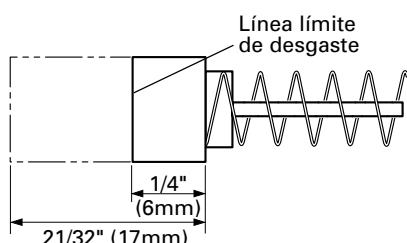

Fig. 20
2. Inspección las de escobillas (Figs. 20 y 21)
Por lo tanto, inspeccione periódicamente las escobillas y reemplácelas cuando se hayan desgastado hasta la línea límite mostrada en la Fig. 20.